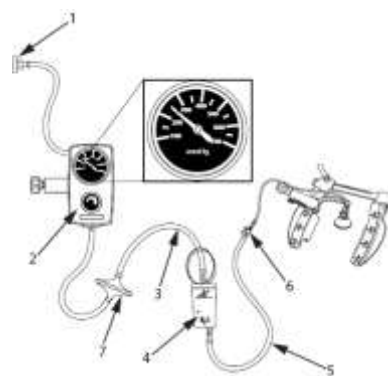

図4: ACROBAT-iiポジショナー接続図
- (8) チュービングセットの三方活栓付きチューブの三方活栓(黄)を、ポジショナーの吸引チューブ(黄色ルアー付)にある黄色ルアーコネクタに接続する。三方活栓付きチューブのもう一端を、キャニスター底部の三方活栓付きチューブ接続部に接続する。三方活栓(黄)の吸引がオフの位置にあることを確認すること。キャニスター上部に接続したフィルタ付きチューブを、施設の調圧器付吸引源に接続する。吸引圧を -250 mmHg(-33.3 kPa)に設定すること。図4に接続図を示す。